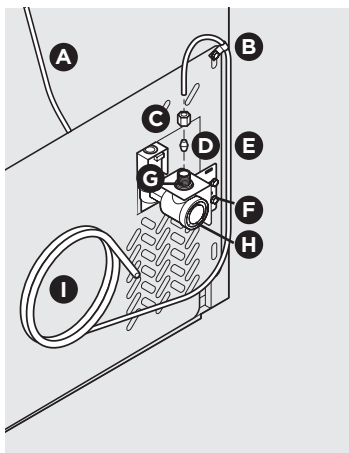
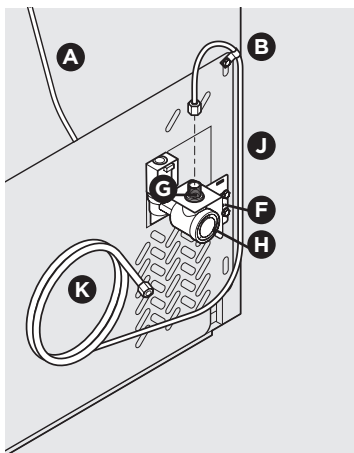

figura 17
figura 18
4. Si usa tubería de cobre: deslice la tuerca de compresión de bronce y luego el casquillo (manga) hacia la línea de suministro de agua. Empuje la línea de suministro de agua hacia la entrada de la válvula de agua lo más posible ($\frac{1}{4}$ " / 6.4 mm). Deslice el casquillo (manga) en la entrada de la válvula y apriete con los dedos la tuerca de compresión en la válvula. Apriete otra media vuelta con una llave; NO apriete excesivamente. Vea la figura 17. Si usa tubería de acero inoxidable o de polilínea: la tuerca y el casquillo ya están montados en la tubería. Deslice la tuerca de compresión en la entrada de la válvula y apriete con los dedos la tuerca de compresión en la válvula. Apriete otra media vuelta con una llave; NO apriete excesivamente. Vea la figura 18.
6. Con la abrazadera de acero y el tornillo, asegure la línea de suministro de agua (tubería de cobre solamente) al panel posterior del refrigerador, como se muestra en la figura 17.
7. Enrolle la línea de suministro de agua en exceso (tubería de cobre solamente), aproximadamente $2\frac{1}{2}$ vueltas, detrás del refrigerador como se indica en la figura 17; disponga el enrollado de modo que no vibre o se desgaste contra cualquier otra superficie.